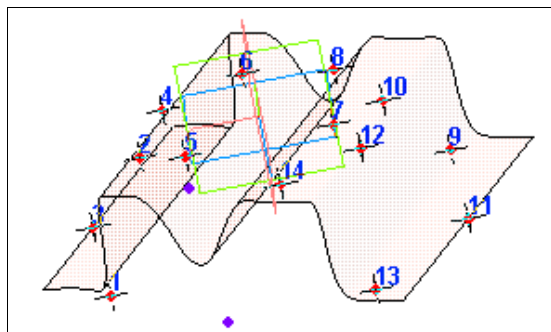

Рис. 30.15. Фантом поверхности по пласту точек
- ♦ в Дереве модели выделите **Массив по концентрической сетке**. Система построит в окне модели фантом создаваемой поверхности (рис. 30.15);